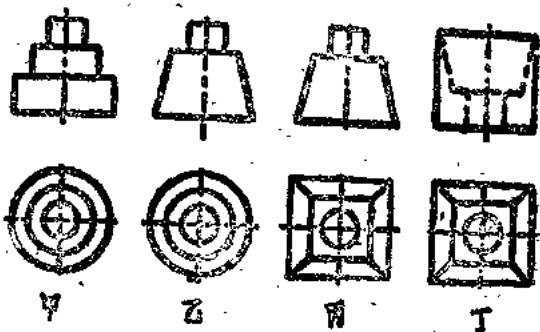

图 1-26
5. 图1-26共是四组图。乙、丙的前视图相同，而顶视图不同，甲和乙、丙和丁的顶视图相同而前视图不同，它们的形状和上面所讲的有些相象，不加说明一定可以看得懂（让大家想一想，倘若有人